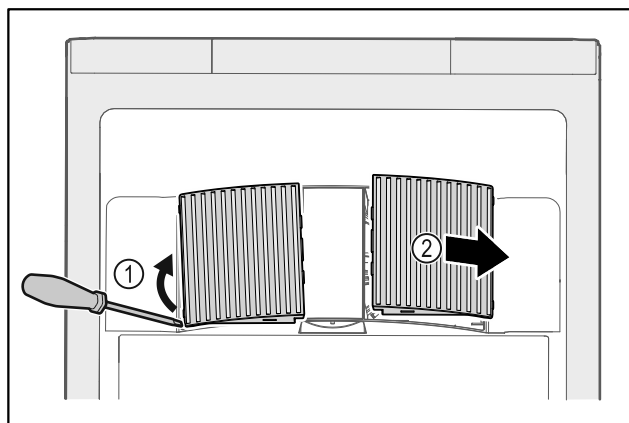

Fig. 164
- ▶ Estrarre con cautela i coperchi delle ventole dai lati Fig. 164 (1) e rimuoverli in avanti Fig. 164 (2).